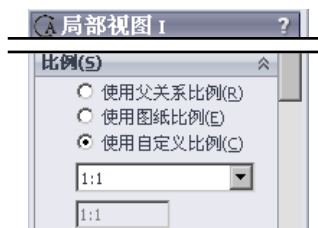

图 6.3.29 定义缩放比例
Step4. 定义缩放比例。在“局部视图 1”对话框的 **比例(S)** 区域中选中 **使用自定义比例(C)** 单选项，在其下方的下拉列表中选择比例为 **1:1**（图 6.3.29）。